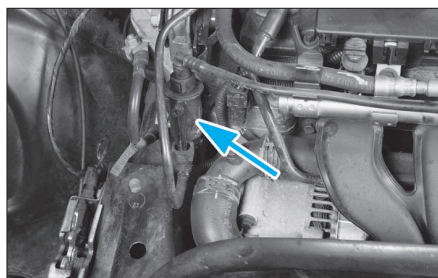

FIG. 20
- Déposer l'électrovanne de dégazage moteur (Fig.20).